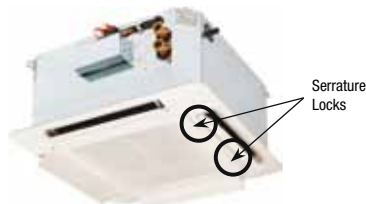

Fig.6
- Con l'aiuto di un cacciavite a taglio ruotare di 90° le serrature poste sulla griglia di aspirazione del pannello frontale come mostrato in Fig. 6.
- With the help of a flat-blade screwdriver rotate of 90° the locks placed on the intake grid of the front panel as shown in Fig.6.